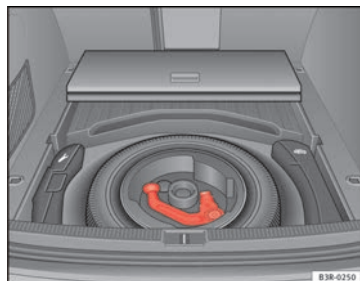

Abb. 162 Gepäckraum:
- Bei Fahrzeugen mit Reserverad ⇒ Abb. 162.